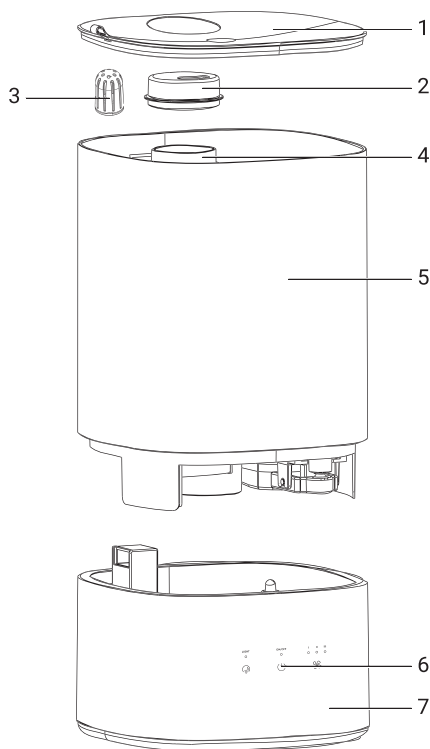

Рис.1.
1. До начала чистки необходимо выключить прибор кнопкой переключения режимов (рис. 1) и отключить устройство от сети.
2. Снимите крышку распылителя и выньте емкость для воды (рис. 1). Слейте воду из основания прибора. Следите за тем, чтобы вода не попала в шахту вентилятора. Если это произошло, необходимо дать прибору высохнуть и обратиться в сервисный центр.